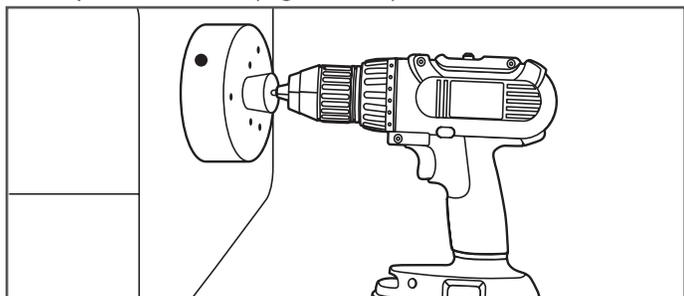

Figura 22-3
1. Perfore la pared del contenedor de derrame con una sierra perforadora 6" (Figura 22-3).